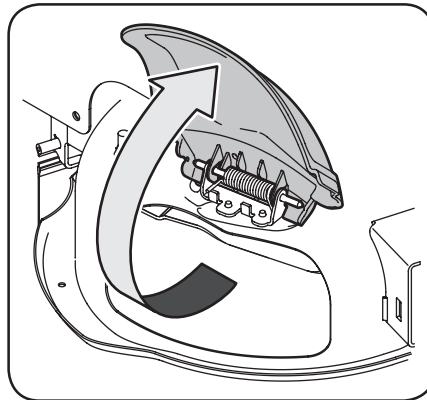

Figura 2-10
- 2. En el costado de la plataforma de corte, levante el adaptador para abono. Vea la Figura 2-10.